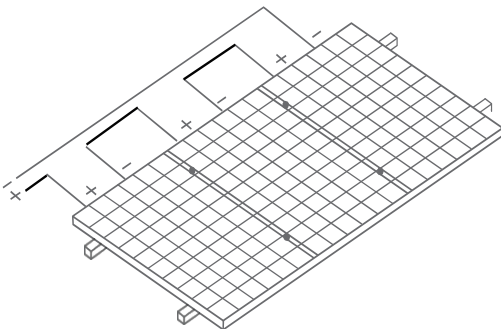

Figure 20 Branchement en série
- Il n'est pas permis d'utiliser différents modèles de modules dans le même système PV solaire. Lorsque les modules sont branchés en série, la tension de chaque chaîne ne sera pas plus élevée que la tension maximale du système (comme illustré sur la Figure 20). Veuillez vous référer aux spécifications nationales, régionales ou aux spécifications locales pour plus de détails.